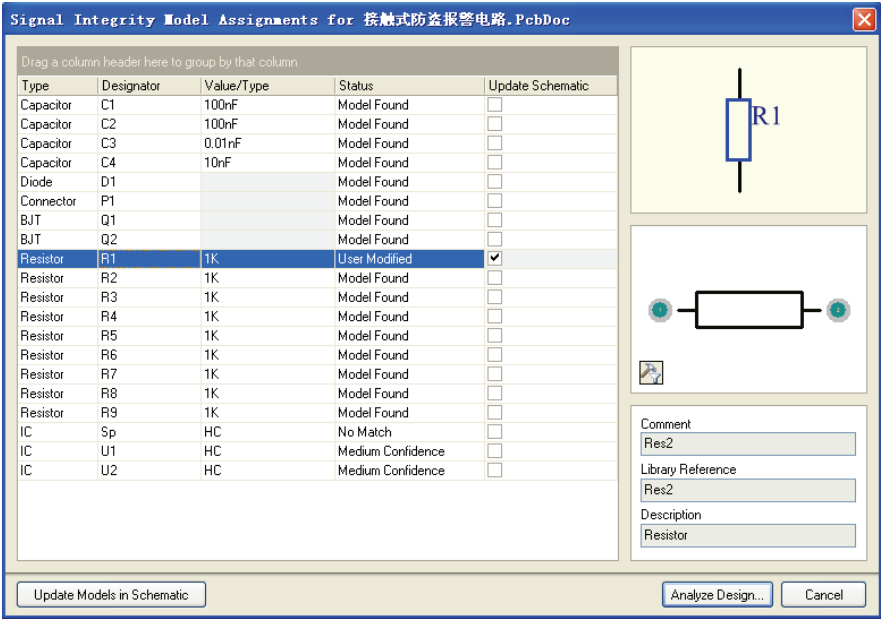

图 12-6 R1 元件建立模型后的模型编辑对话框
(6) 修改后单击 **OK** 按钮确认，如图 12-6 所示。